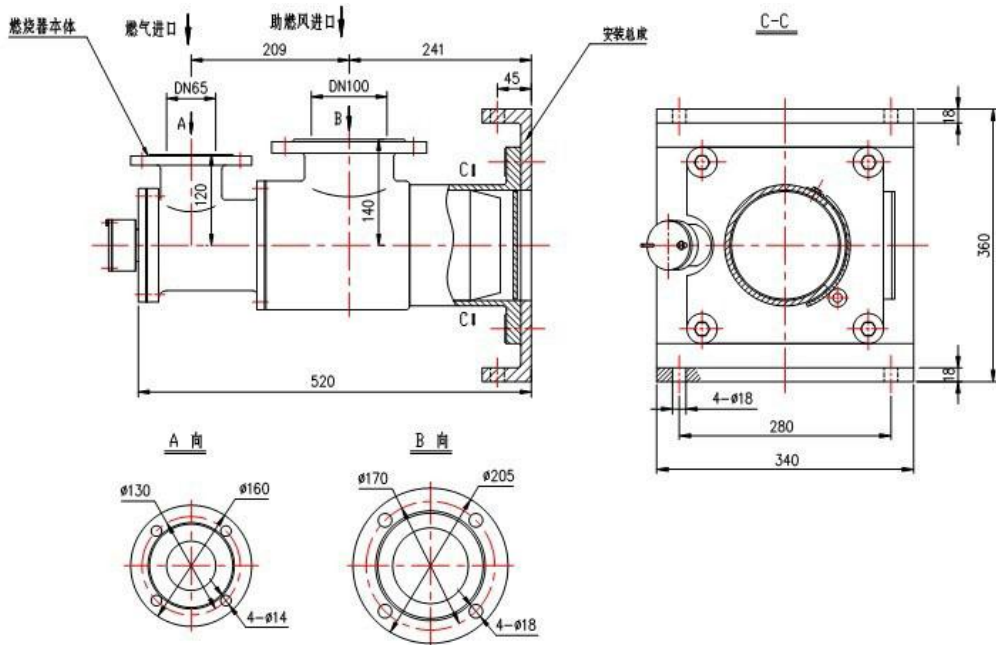

图 13、JDC-YJ80C 型燃烧器外形图及安装示意图
2... JDC-YJ80C 型技术性能参数：(外形安装图见图 13)